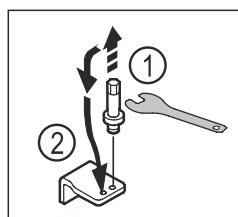

Fig. 18
- ▶ Lironi bulonat e bazamentit mbështetës të poshtëm me çelësin e jashtëm kriket SW5. Fig. 18 (1)
- ▶ Vendosni bulonat në anën e kundërt. Fig. 18 (2)